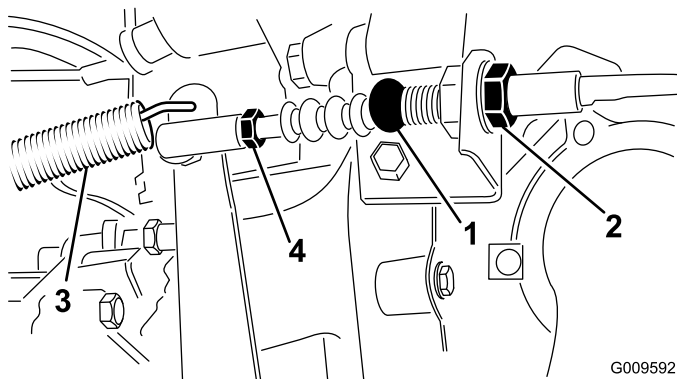

Figura 65
1. Allentate i controdati che fissano il cavo della frizione alla staffa sul cappuccio del volano (Figura 65).